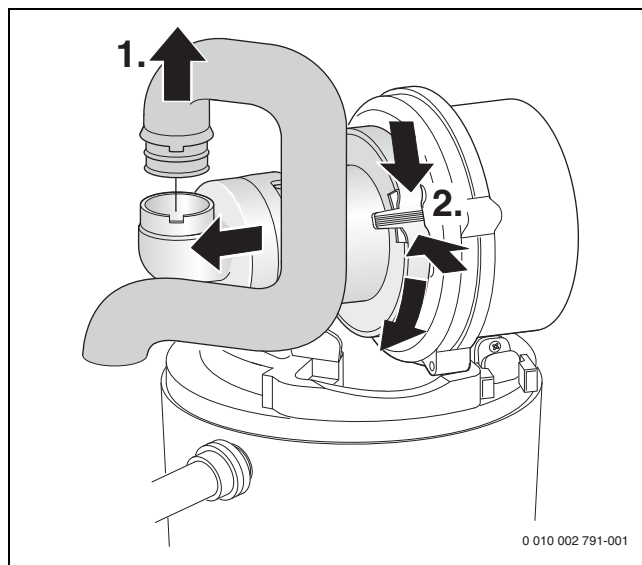

Рис. 45 Демонтаж всасывающей трубы и смесительного устройства
- ▶ Демонтируйте смесительное устройство (→ рис. 45).